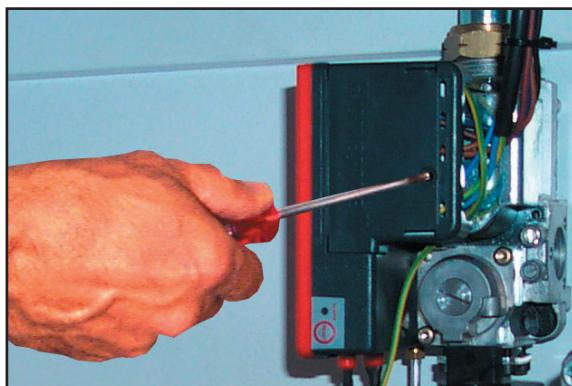

fig. 6
- Enlever les modules électroniques de commande des vannes de gaz (fig. 6);